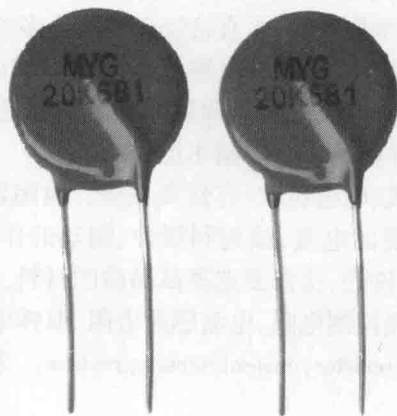

图 1-14 保护电阻
(3) 分流电阻是一种电流表电阻, 使用非常低的高精密电阻测量电路中的通过电流。它是与某一电路并联导体的电阻。在总电流不变的情况下, 在某一电路上并联一个分路将能起到分流作用, 部分电流由分路通过, 使通过该部分电路的电流变小。分流电阻的阻值越小, 分流作用越明显。在电流计线圈两端并联一个低阻值的分流电阻, 就能使电流计的量程扩大, 改装成安培表, 可测量较大的电流。阻值的选择直接影响分流电流比例。
(4) 保护电阻是为保护高压试验设备和试品而采用的电阻器(图 1-14)。